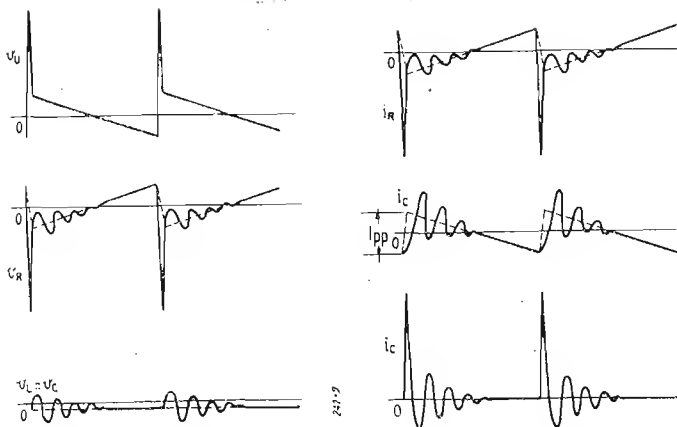

Fig. 20. - Forme d'onda delle tensioni e correnti nel circuito di fig. 16.
$$i_C = I_{pp} e^{-\tau/2 RC} \cos \frac{\tau}{\sqrt{LC}} \quad (46) \quad (\text{v. fig. 20 f})$$
$$v_R = v_L - v_u = I_{pp} \left(-\frac{R}{2} + \frac{R\tau}{T_a} + \sqrt{\frac{L}{C}} e^{-\tau/2 RC} \sin \frac{\tau}{\sqrt{LC}} \right) \quad (47) \quad (\text{v. fig. 20 b})$$